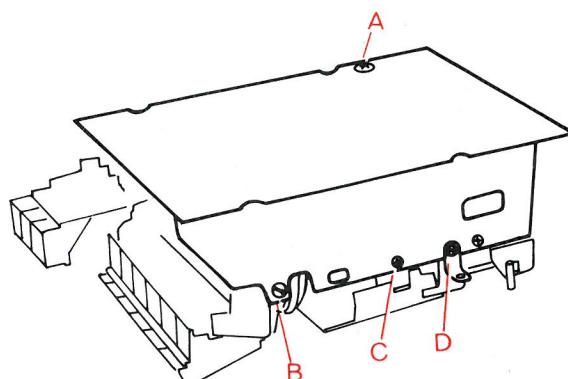

Fig. 6. Demontering, kassettdel
- Fjern skruene A~ D (fig. 6).